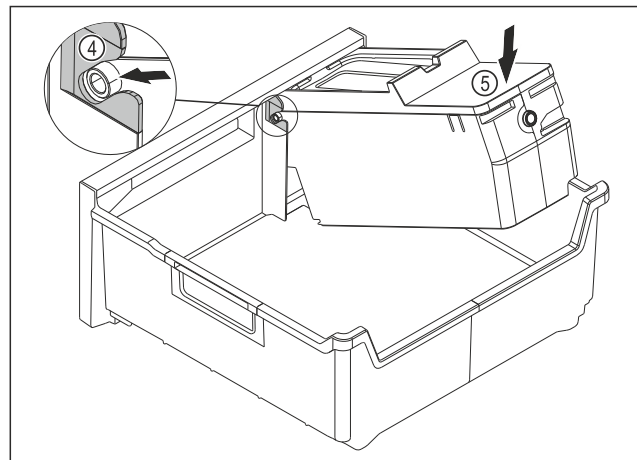

Fig. 78
- ▶ EasyTwist-Ice-Korpus montieren: Achsen des EasyTwist-Ice-Korpus in die Führungen Fig. 78 (4) einschieben.
- ▶ EasyTwist-Ice-Korpus Fig. 78 (5) hinten nach unten drücken.